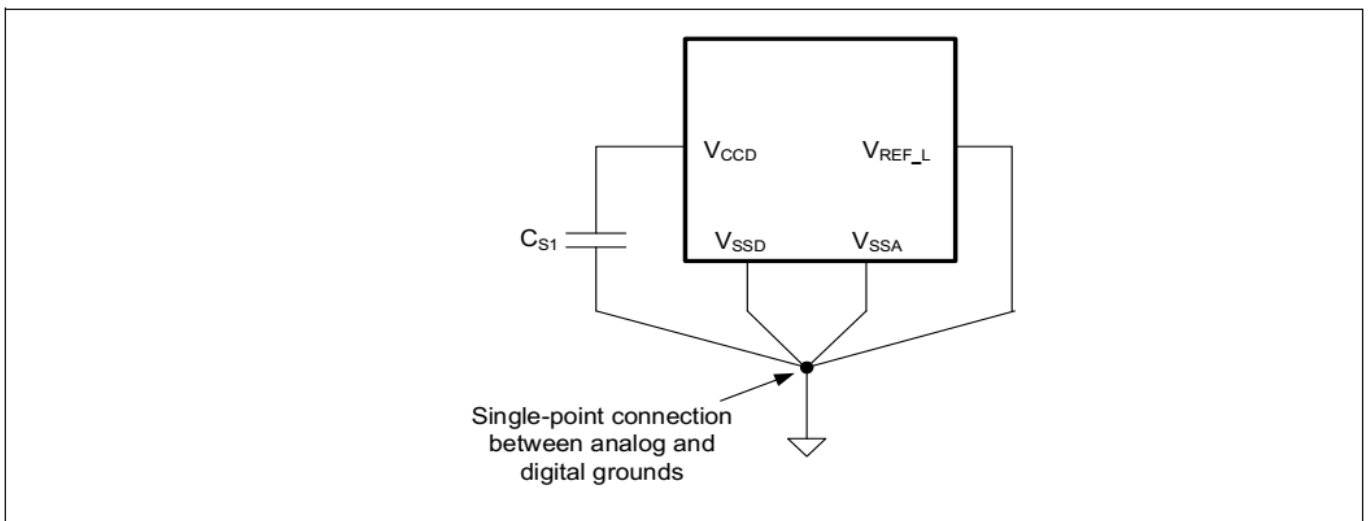

图 11 平滑电容器
47. 每个芯片都需要一个平滑电容 C_{S1} （而不是每个 V_{CCD} 引脚）。 V_{CCD} 引脚必须连接在一起，以确保低阻抗连接（参见图 11 和表 31）。